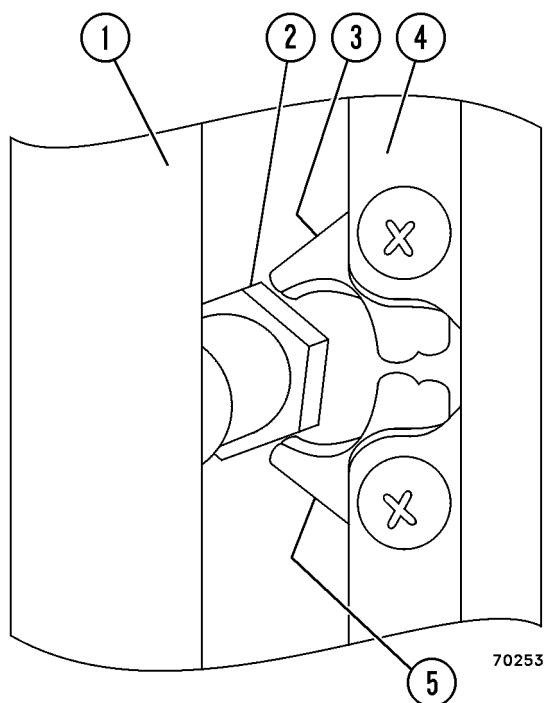

FIGURA 2-4. AJUSTE DEL PERNO DE LA JAMBA
- Si la puerta rebota al tratar de cerrarla, es probable que el perno de puerta (2, Figura 2-4) se haya aflojado y deslizado hasta donde el cierre se engancha con el perno.
1. Abra la puerta y cierre ambos seguros (3) y (5) en el cierre hasta que ambos estén completamente cerrados.